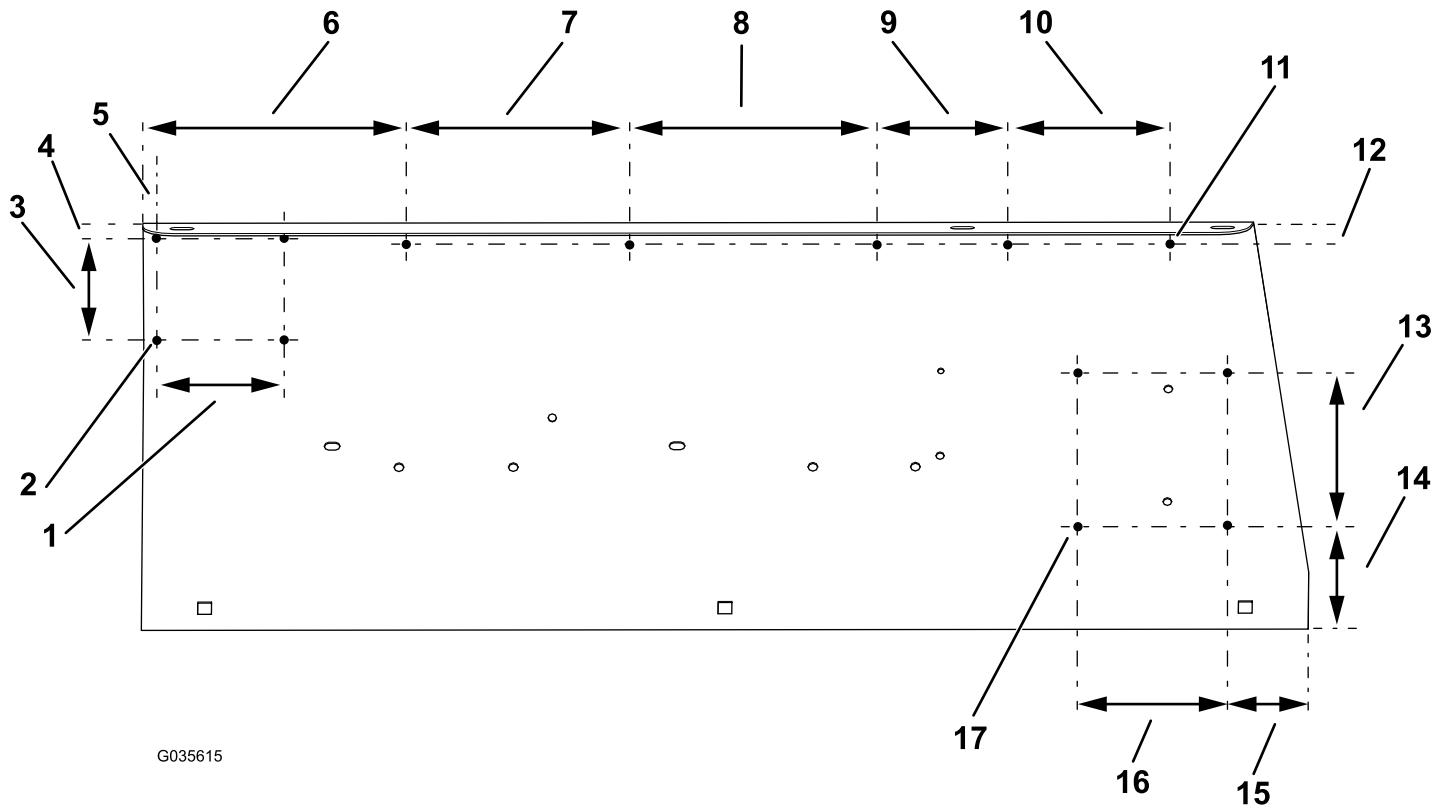

Bild 4
- Bohren Sie 13 Löcher in die Schutzvorrichtung des Kotflügels; die entsprechenden Lochstellen und Durchmesser finden Sie in Bild 4.
Hinweis: Bohren Sie Punkt 11 in Bild 4 nicht zu groß, da der Kabelbaum dann nicht mit den mitgelieferten Clips befestigt werden kann.